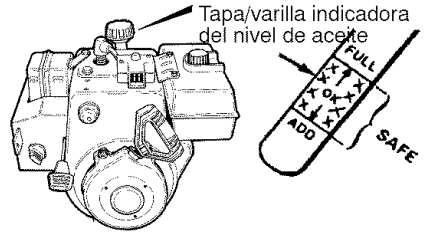

Figura 49
3. Si es necesario, añada aceite hasta la línea FULL (lleno) en la tapa/varilla indicadora del nivel de aceite (Figura 49). No exceda la medida.